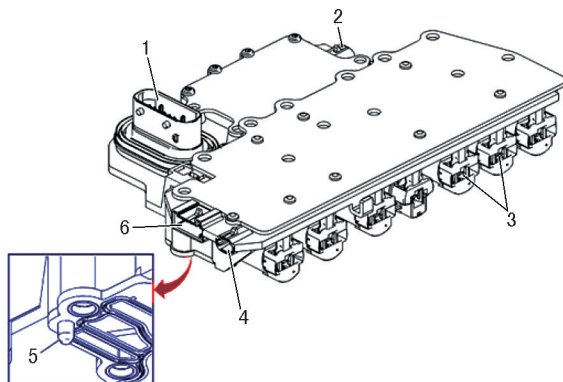

图 3-3-18 电磁阀总成插接器
1) 如图 3-3-18 所示，检查控制电磁阀（带阀体和变速器控制模块）总成插接器和端子 1、2、4、6 是否存在损坏、针脚弯曲、碎屑、固定凸舌破裂和污染等情况。